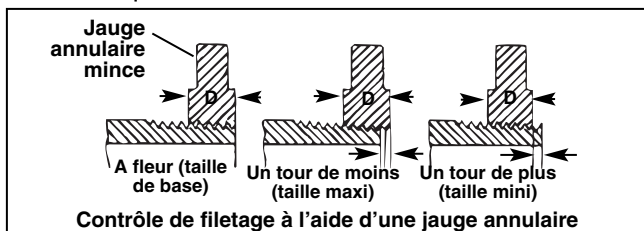

Figure 16 – Contrôle de filetage
3. Vérifiez la conformité du filetage. La méthode préférée consiste à utiliser une jauge annulaire. Il existe plusieurs types de jauge annulaire dont l'utilisation risque de différer de celle indiquée à la *Figure 16*.